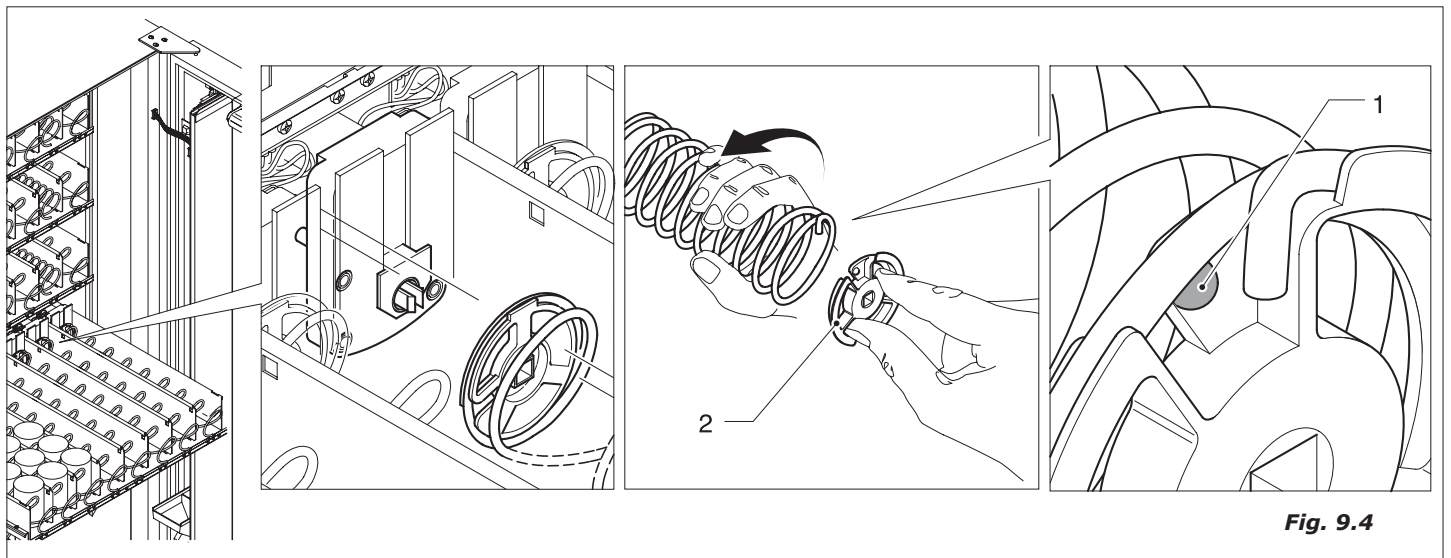

Fig. 9.4
- virar a espiral no sentido horário até o desbloqueio sobre o came de arrastamento (Fig. 9.4)
- enganchar a espiral atrás da marca sobre o came (Fig. 9.4-pos.1)
- introduzir a espiral no corte sobre o came (Fig. 9.4-pos.2)